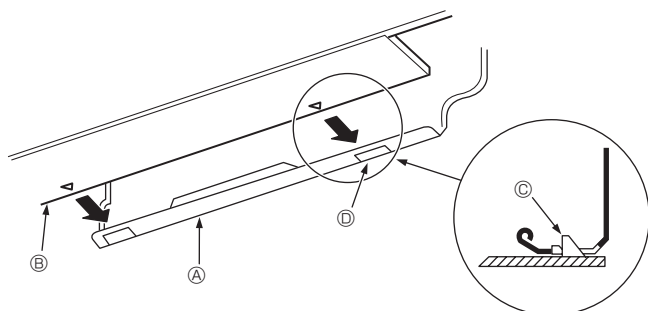

Fig. 3-10
5. Ішкі блоктың төменгі бөлігін орнату тақтасына Ⓢ итеру арқылы бекітіңіз. (Fig. 3-10)